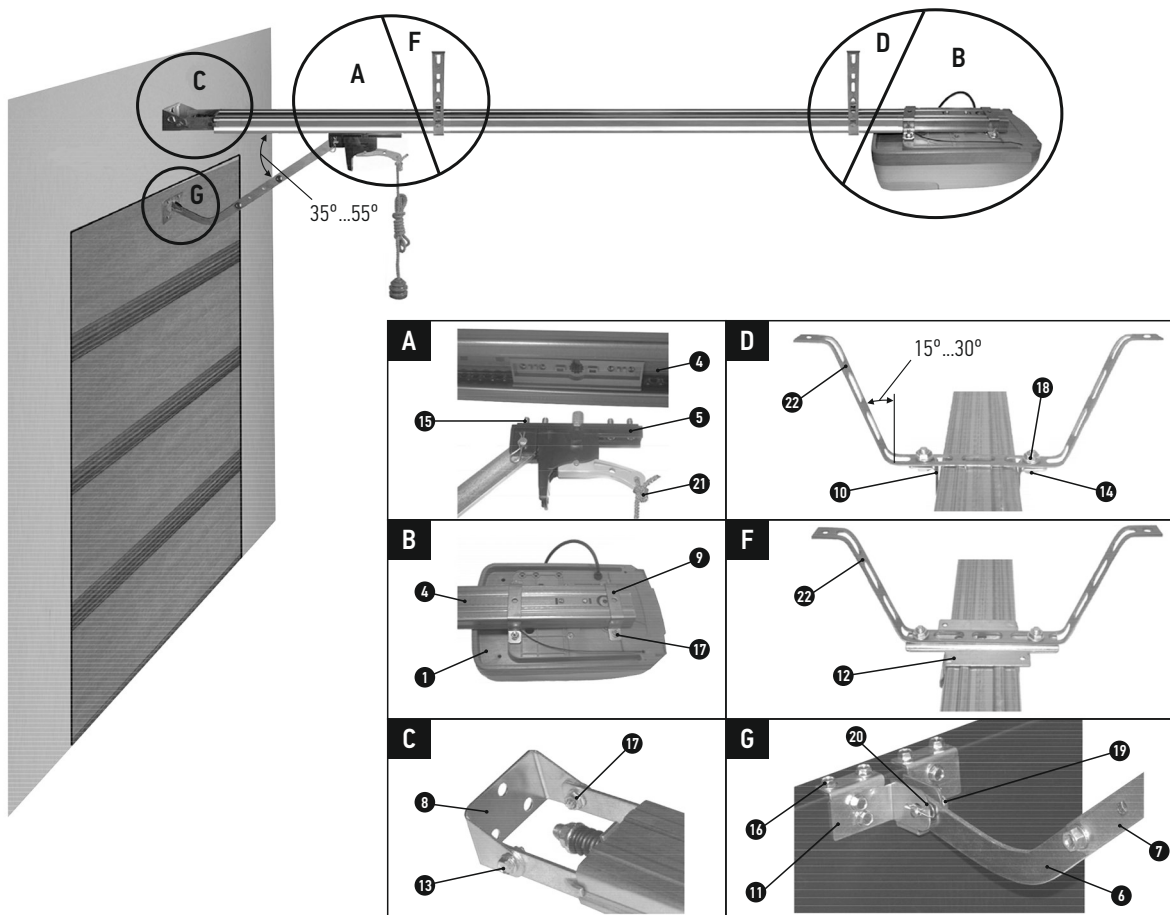

Рис. 2. Монтаж комплекта
Рейка поставляется в подсобранном состоянии. Для окончательной ее сборки (вид А, Рис. 2) выполните следующее:
Для присоединения привода к рейке (вид В, Рис. 2) выполните следующее:
При креплении рейки к стене над воротами (вид С, Рис. 2) выполните следующее:
- Закрепите U-образный кронштейн крепления рейки 10 (вид D, Рис. 2) и изогнутую полосу крепления 22 на рейку вблизи привода с помощью двух болтов 14 и двух гаек 18. При расстоянии от рейки до потолка 5...130мм используется одна полоса крепления, изогнутая «П – образно» (Рис. 2). При расстоянии от рейки до потолка 130...350мм используются две полосы крепления, изогнутые «Z-образно» (в этом случае для крепления рейки к потолку необходимы две дополнительные полосы крепления не входящие в комплект поставки).
- Установите кронштейн крепления рейки 12 (вид F, Рис. 2) и изогнутую, в соответствии с выше описанным пунктом, полосу крепления 22 на рейку в месте, обеспечивающем наибольшую жесткость рейки (например, на расстоянии 1/3 длины рейки от проема ворот). Соедините кронштейн крепления рейки и полосу крепления с помощью двух болтов 14 и двух гаек 18.